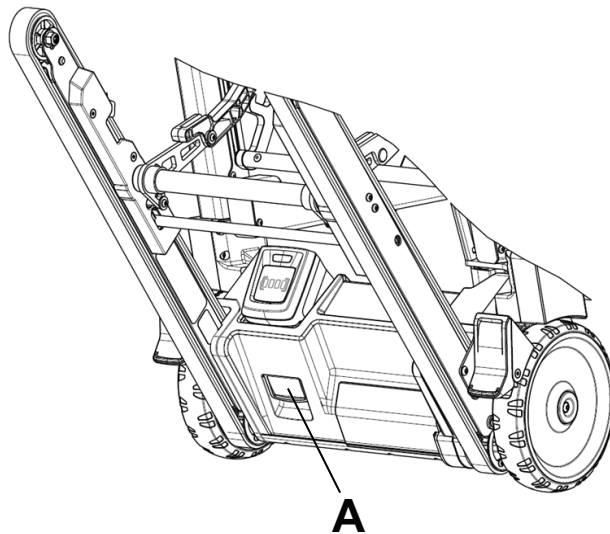

Рисунок 10 – Защелка для освобождения батареи
1. Чтобы вынуть батарею с изделия, потяните к себе красную защелку для освобождения батареи (А) (Рисунок 10).